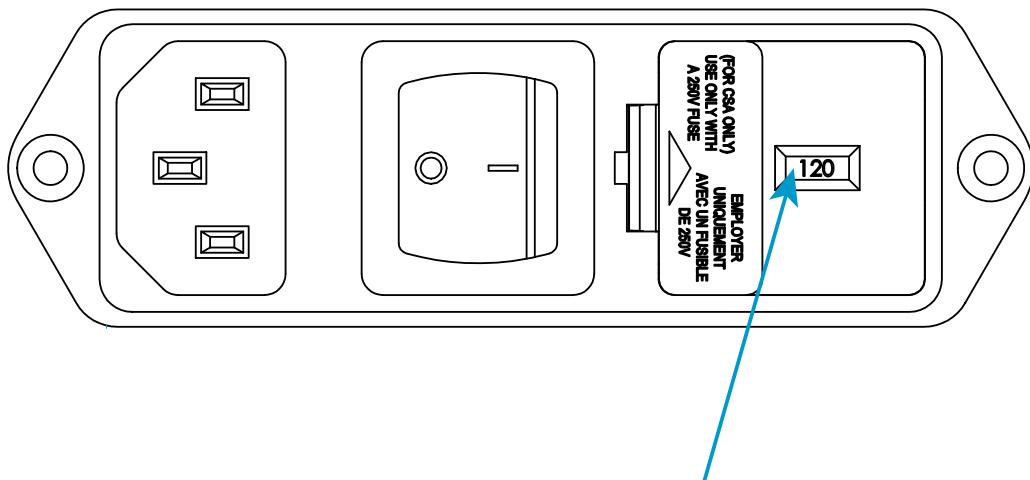

図4. 電圧設定ができる電源入力コネクタ
2. 電源入力コネクタを点検し、41 ページの図 4 を参照します。図 4 に表示されている電圧は 120V です。
7. ヒューズ ホルダをコネクタへ再取り付けします。インジケータ ピンが正しい入力電圧を示すことを確認します。41 ページの図 4を参照してください。